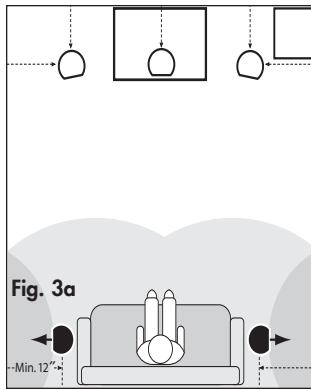

Fig. 3a
Les haut-parleurs XTC8-HT sont optimisés pour une utilisation dans des pièces dont la hauteur de plafond est comprise entre 2,4 et 2,74 mètres. Dirigez le tweeter vers la position d'écoute principale. Pour une clarté globale et des performances équilibrées dans les basses, ces haut-parleurs doivent être montés dans le plafond à 30 cm ou plus du mur, comme indiqué sur les figures 3a à 4a.
Surround/placement arrière à rayonnement non direct (Fig. 3a-3c)
- 5. 1-*Placement du surround canal (Fig. 3a) : Placez un hautparleur de chaque côté de la zone d'écoute, l'ensemble des hautparleurs étant dirigé vers les parois latérales.*